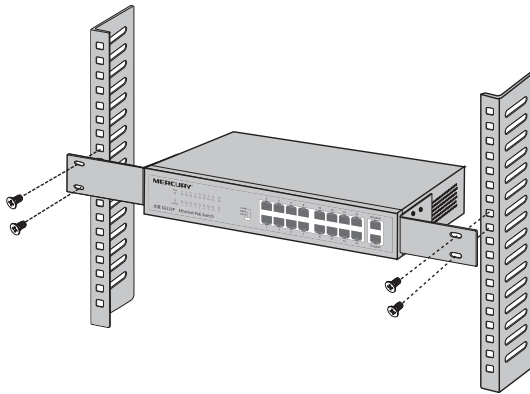

图3-3 交换机机架安装示意图
3. 然后再用螺丝钉把交换机固定在放置交换机的机架上, 如图3.3所示。